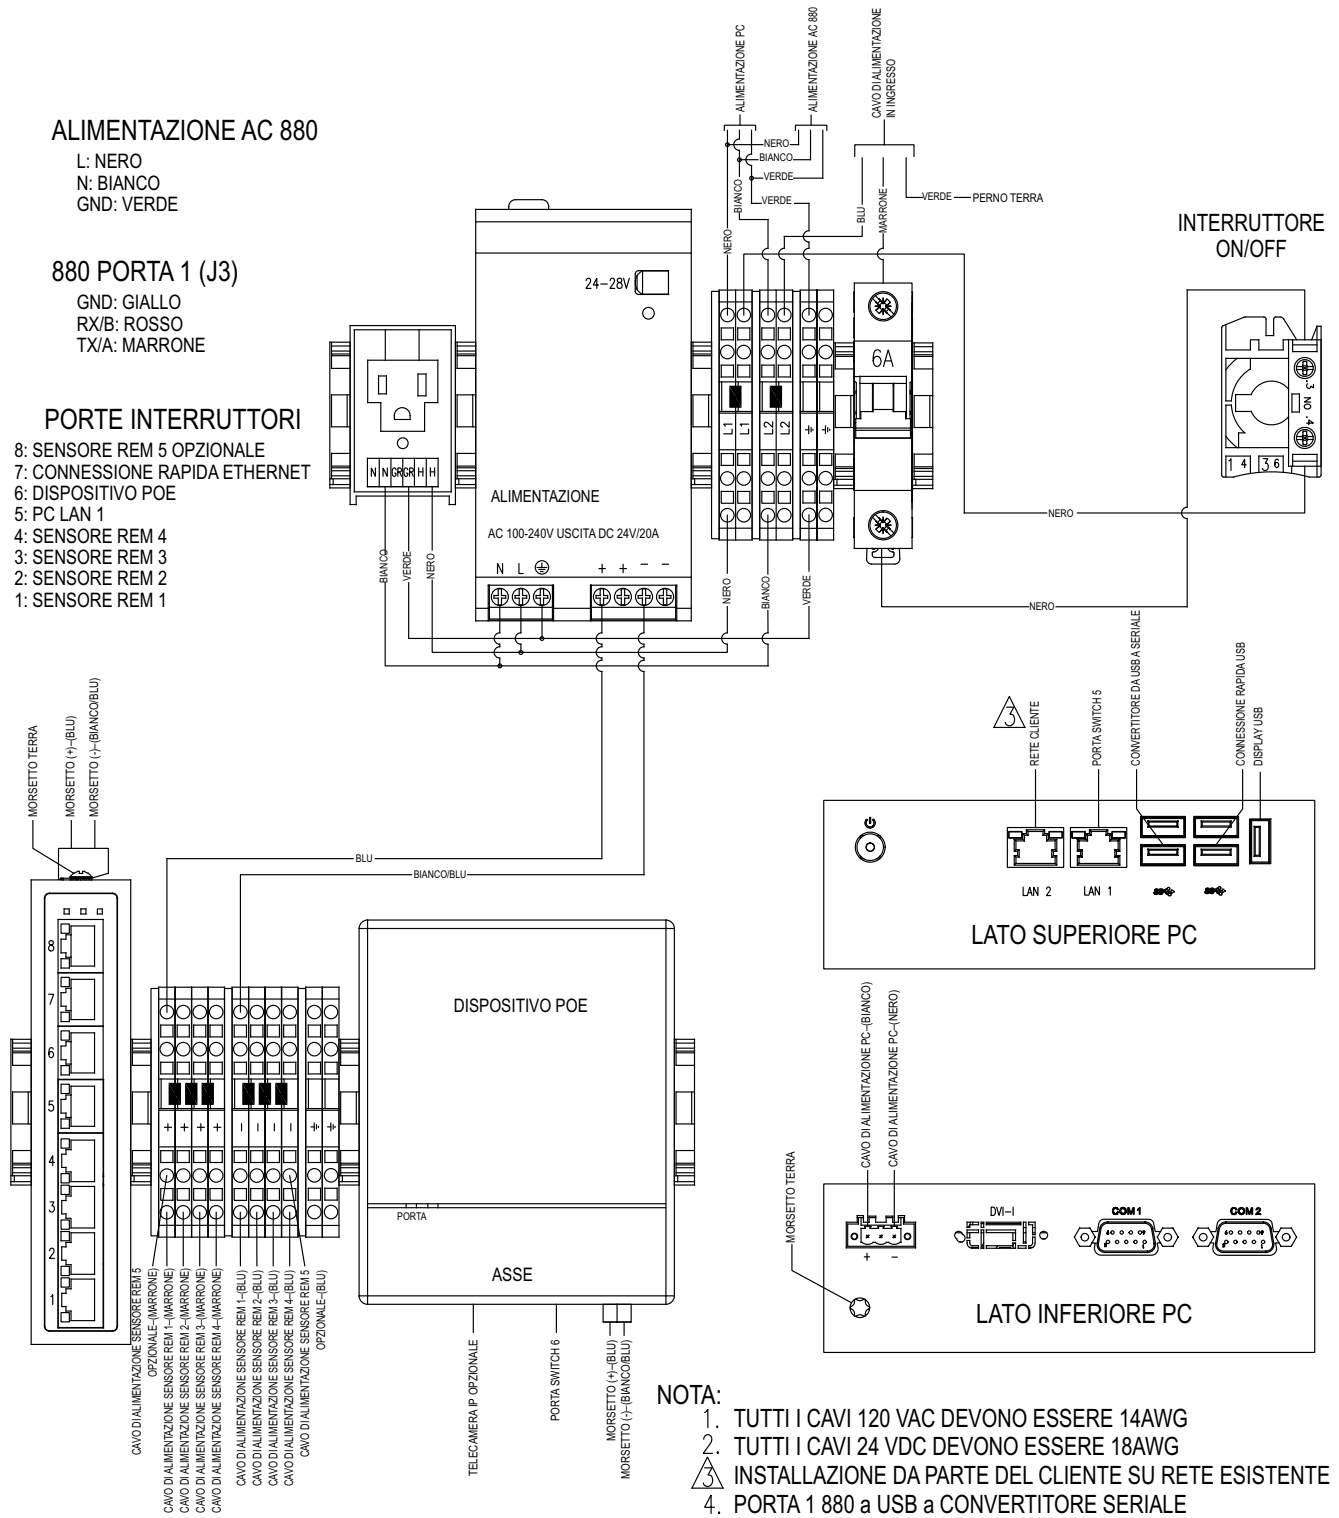
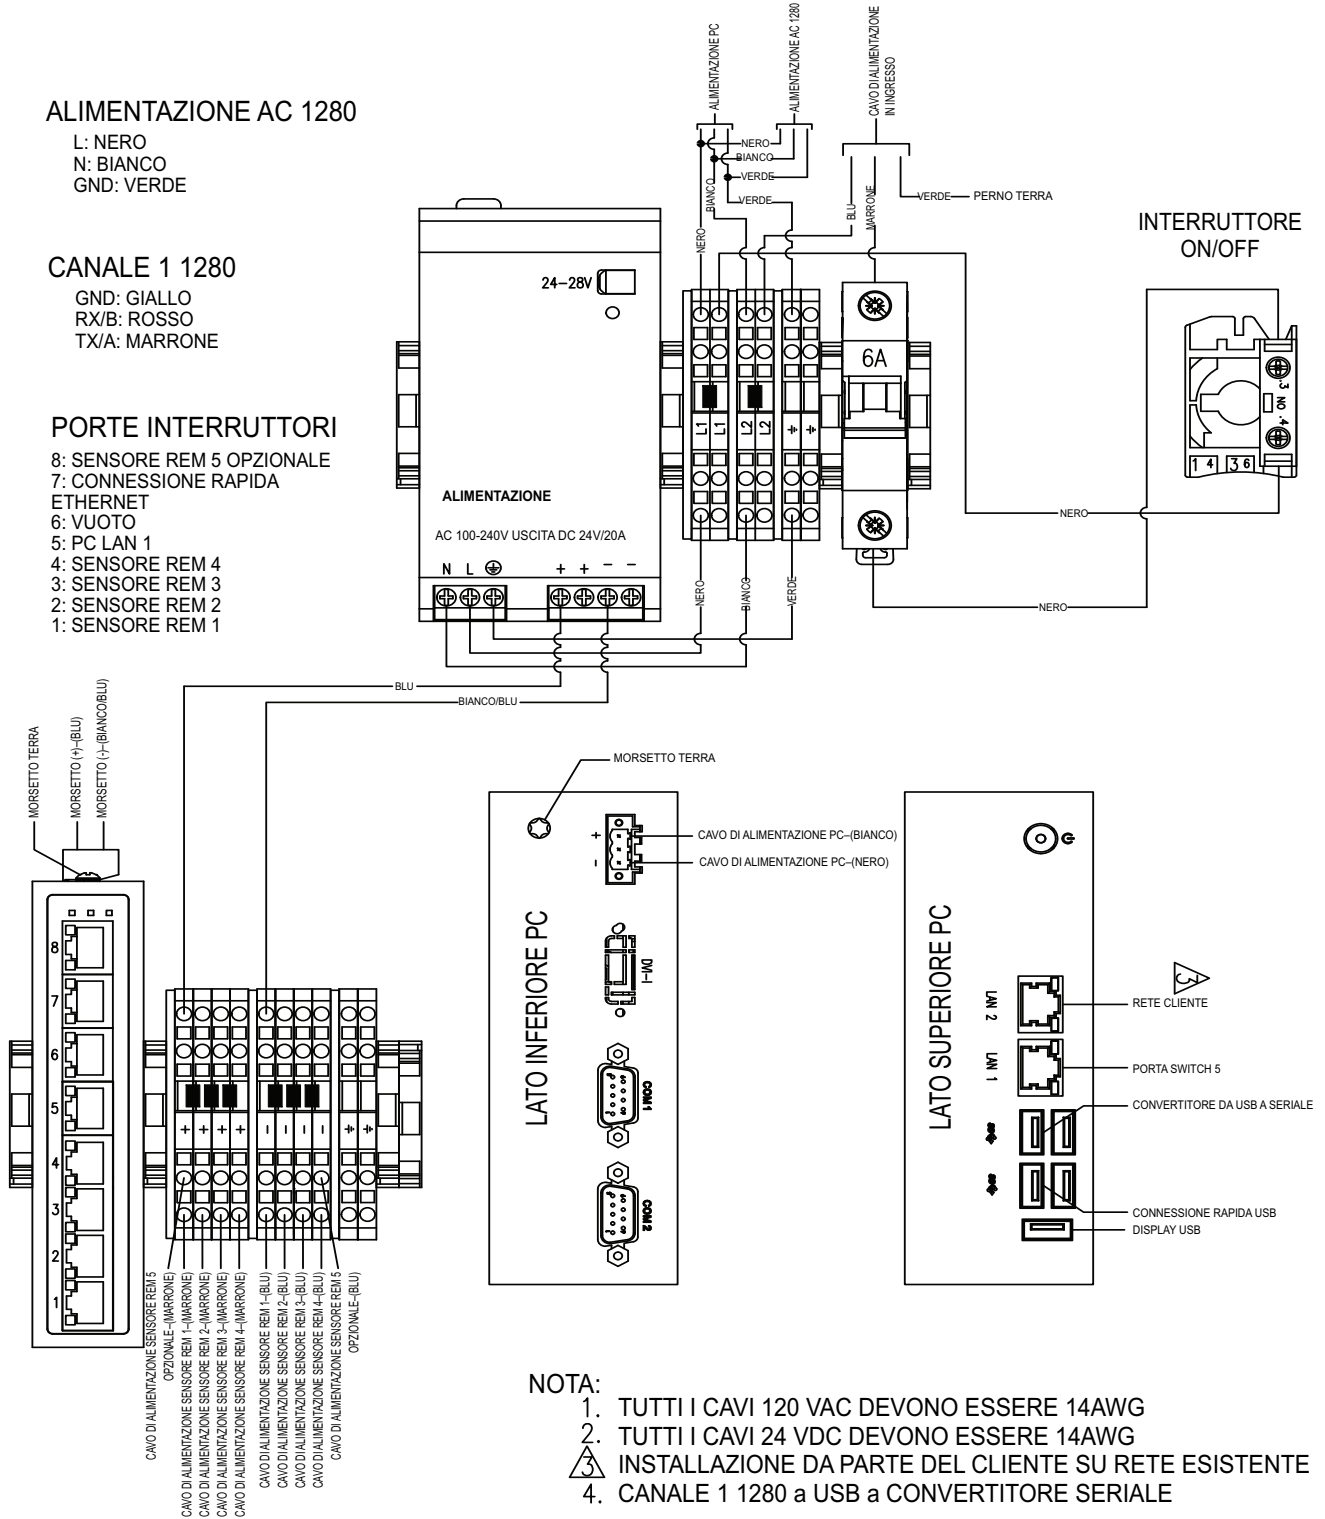

Figura 3-20. Schema di cablaggio 880
Figura 3-21. Schema di cablaggio 1280
8. Spellare e collegare il cavo costampato della bilancia SUMMIT 3000 all'indicatore (Figura 3-20 per l'indicatore 880 e Figura 3-21 a pagina 28 per l'indicatore 1280).